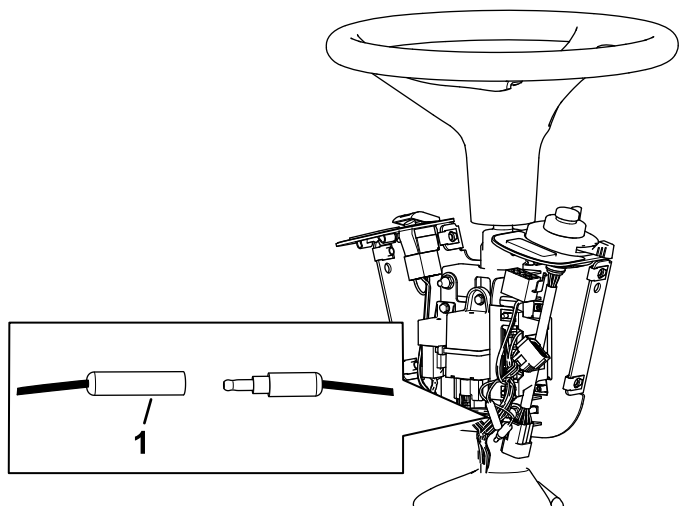

Figur 9
- 8. Løsn boltene omkring ratstammebasen (Figur 9).
9. Løft basen, og bor et hul på 22 mm (7/8") som vist i Figur 9.